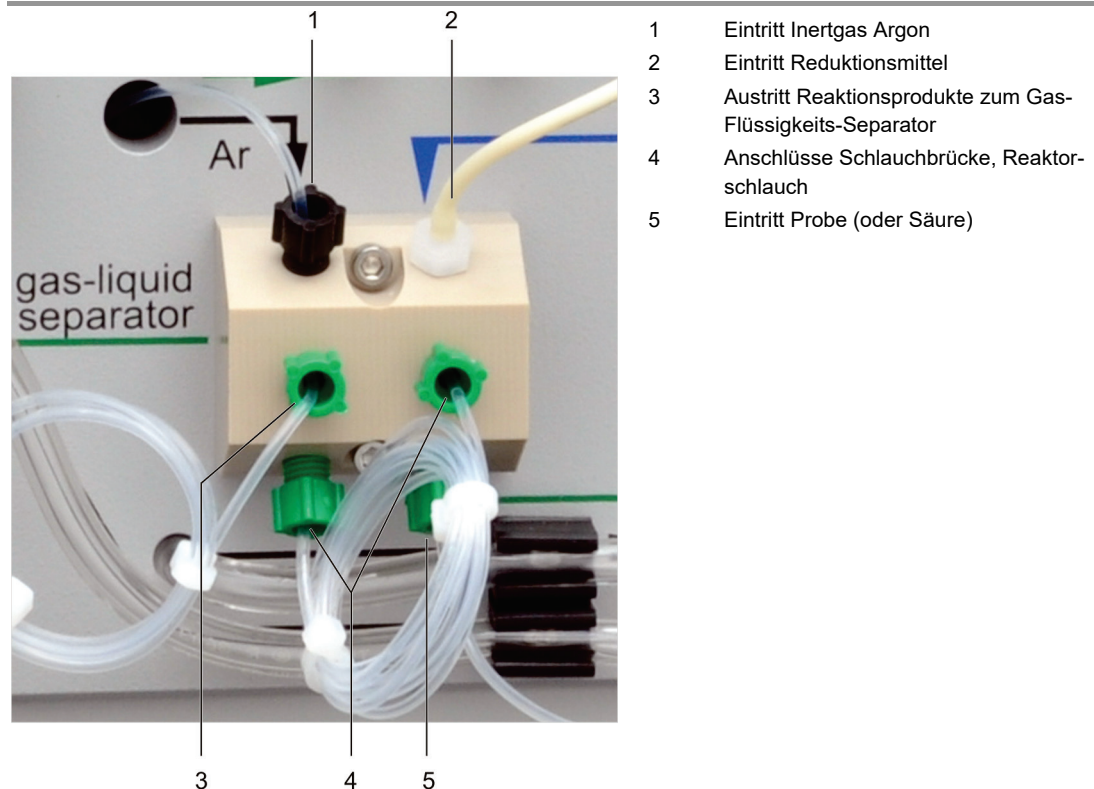

Bild 24 Reaktor mit Anschlüssen
- Pumpschlauch für Reduktionsmittel (2, siehe Bild 24)
- Probe/Säure-Schlauch von der 2er-Ventilgruppe kommend (5)
- Anschlüsse Schlauchbrücke (4)
- Gaszuleitungsschlauch (1)
- Schlauch zum Gas-Flüssigkeits-Separator (3)